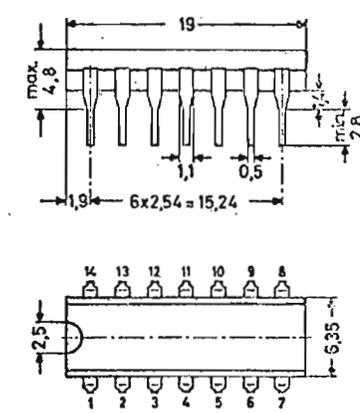

FIG. 6.
La figure 6 donne les dimensions du boîtier du TAA790 (A) « dual in ligne » TO116 plastique.